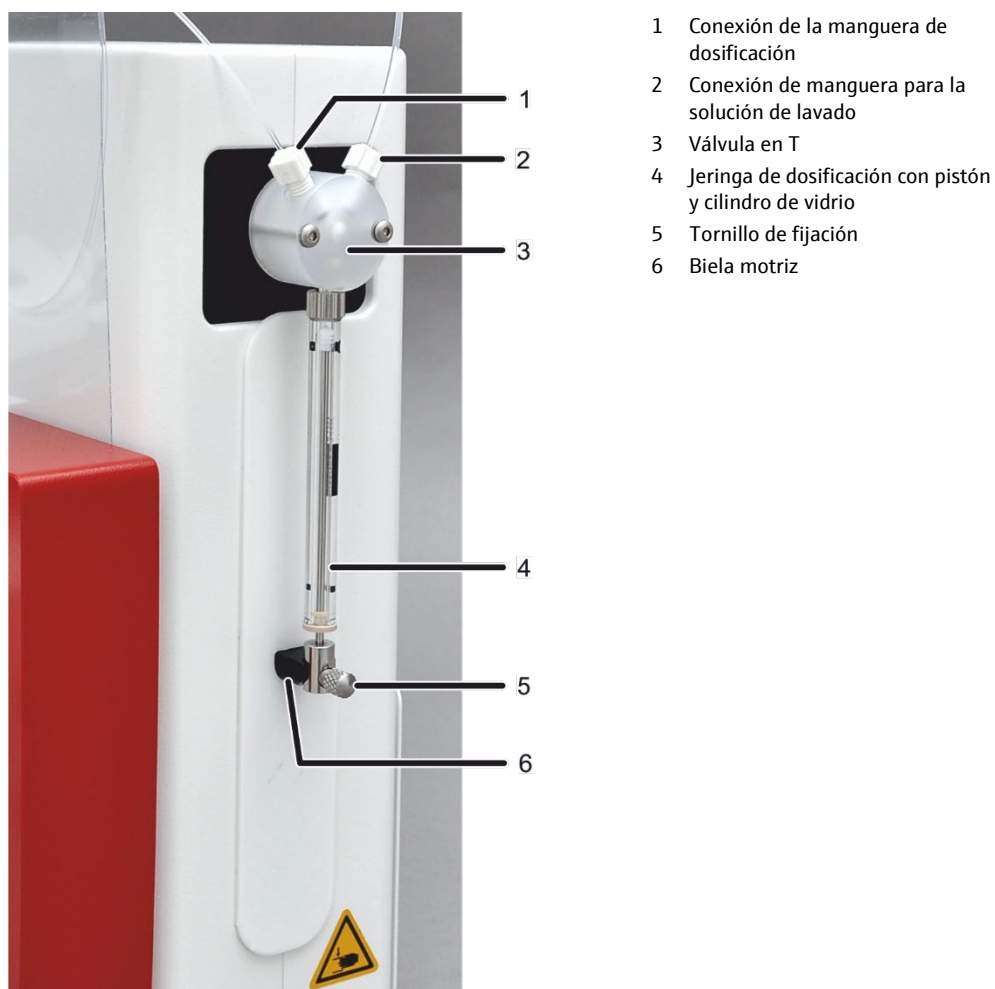

Imagen 22 Jeringa de dosificación
3. Desenroscar el tornillo de fijación (5 en Imagen 22).
4. Desenroscar la jeringa de dosificación (4 en Imagen 22) de la válvula y retirarla.
6. Tirar del pistón cuidadosamente hacia abajo y atornillar el pistón con el tornillo de fijación con los dedos en la biela motriz (6 en Imagen 22).